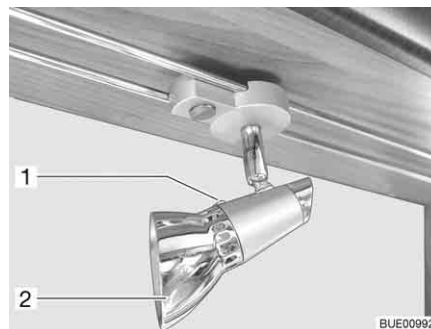

Fig. 221 Spot halogène (coulissant)
- Dévisser la vis de fixation (Fig. 221,1).
- Retirer l'abat-jour (Fig. 221,2).